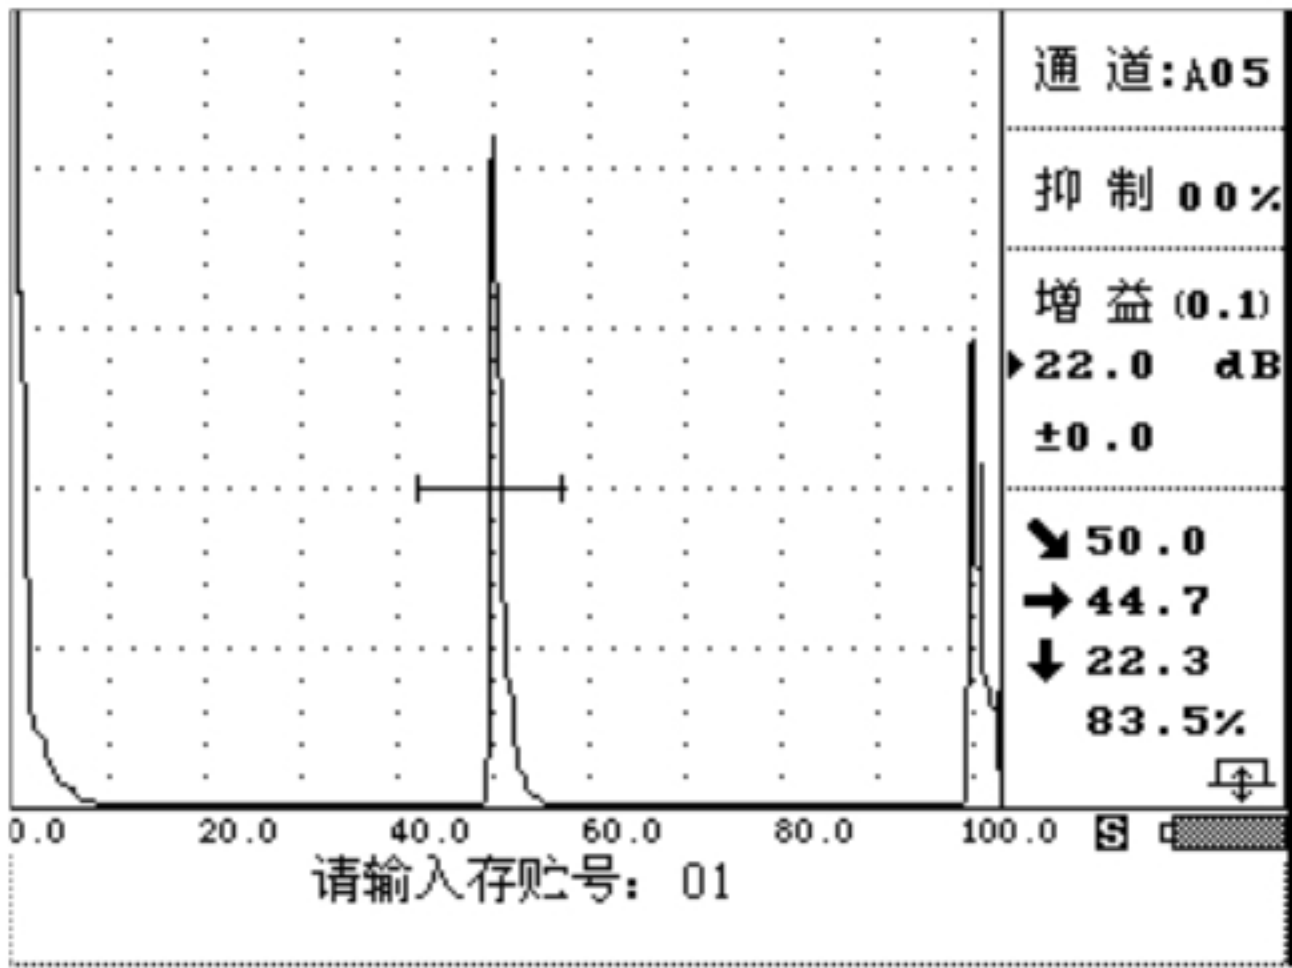

图 4-5-1
- ① 按  键或转动旋钮到  栏单击旋钮进入检测状态后，再按  键或转动旋钮到  栏单击，仪器滚出提示输入信息，如图 4-5-1 所示：